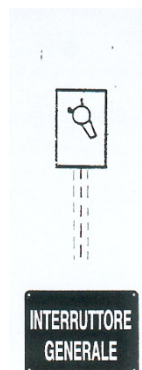

fig.43
- **Instalar, en las inmediaciones de la grúa, un interruptor de línea, protegido contra los cortocircuitos, señalando su función a través de la placa específica (fig.43).**